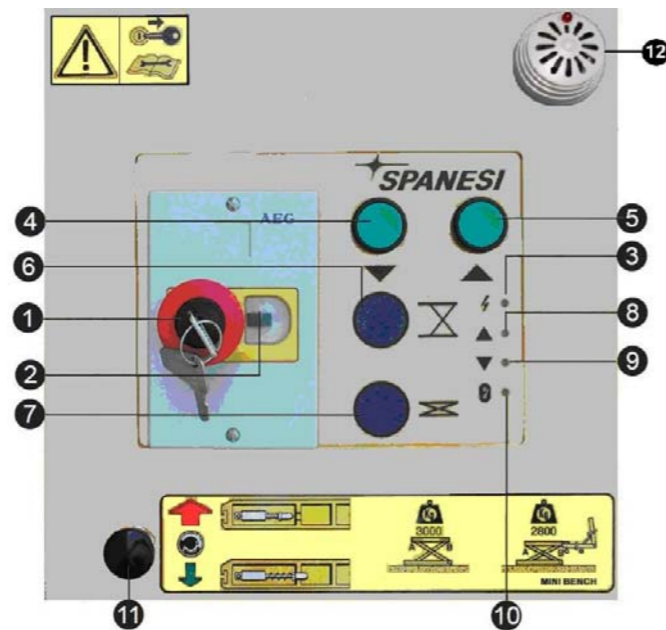

Figure 7
- Tirer sur le bouton d'urgence coup-de-poing pour le débloquent (1 - fig.7).
- Appuyer sur le bouton de remise à zéro (2 - fig.7) qui se trouve à droite du bouton d'urgence (1 - fig.7): le voyant blanc (3 - fig.7) qui s'allume signale qu'il y a du courant. Contrôler les branchements si ce n'est pas le cas.